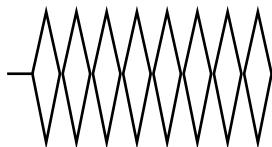

Fig. 4-5
① Fig. 4-5 shows the normal RF waveform (for both A-HEAD and B-HEAD) in F.FWD or REW mode (reel speed:100 times).
① 図4-5は、FFまたはREWモード（リール送り、100倍速）時のRF通常波形（A-HEAD、B-HEADとも）です。